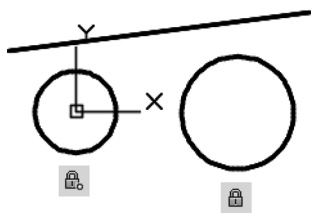

图 7-4 创建两个固定约束
2) 使用“草图与注释”工作空间, 在功能区中切换至“参数化”选项卡, 从“几何”面板中单击“固定”按钮 , 选择小圆以获取其圆心应用固定约束。按〈Enter〉键重复执行“固定”命令, 在“选择点或 [对象(O)] <对象>:”提示下选择“对象(O)”, 接着选择右边的大圆, 从而使该圆固定在相对于世界坐标系的特定位置和方向上, 注意相应固定约束在图形窗口中的显示图标, 如图 7-4 所示。